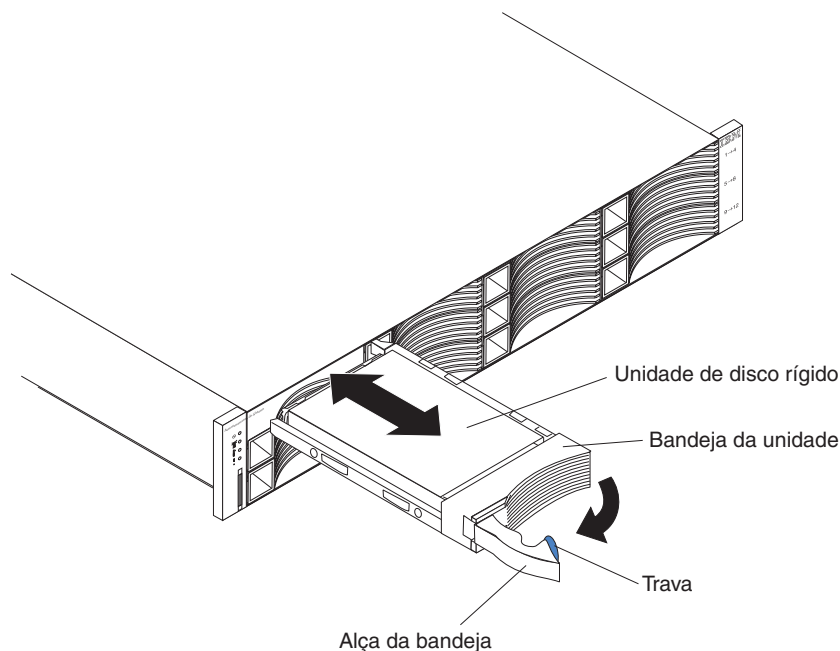

Figura 46. Removendo uma unidade
- Puxe a unidade para fora do compartimento, conforme mostrado em Figura 46.